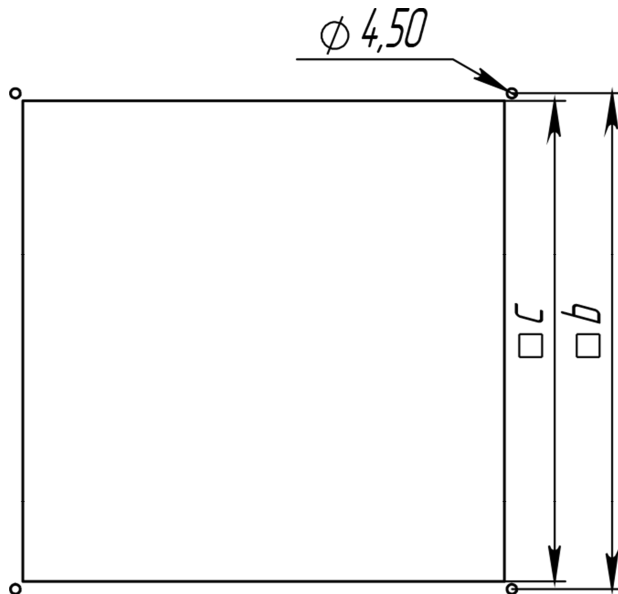

Рисунок 2 – Монтажное отверстие
7.1 Вентилятор устанавливается в вырез (Рисунок 2).